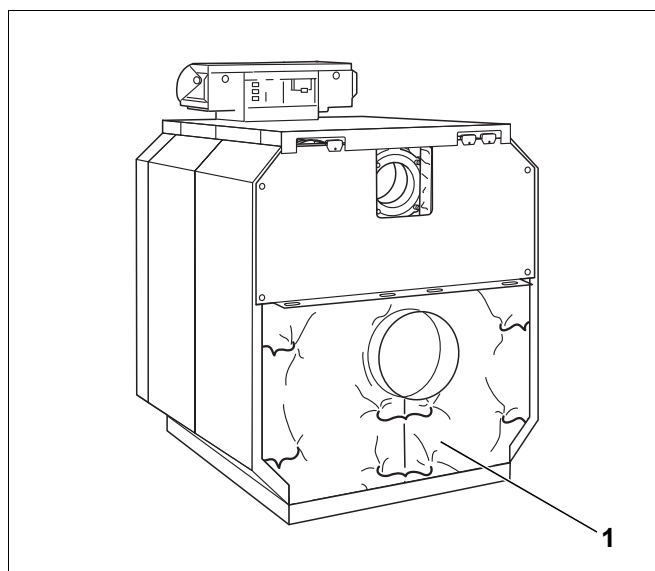

Fig. 76 Riassetto dell'isolamento dell'elemento posteriore
- ▶ Ribaltare in basso l'isolamento termico dell'elemento posteriore e compattarlo al di sotto del collettore fumi tramite la molla di tensione (fig. 76, [1]).